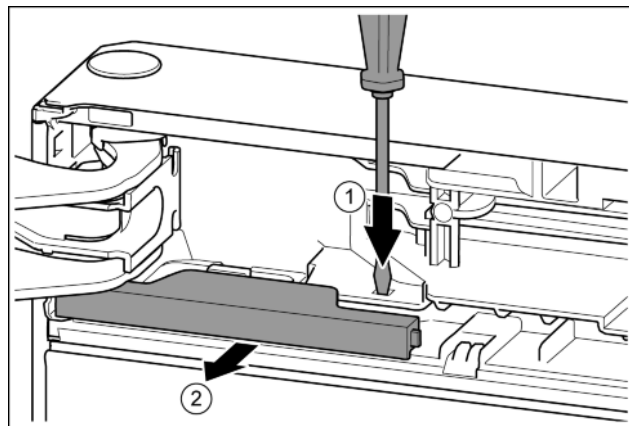

Fig. 9
- За допомогою шліцевої викрутки притисніть накладку. Fig. 9 (1)
- Витягніть кришку з фіксатора. Fig. 9 (2)